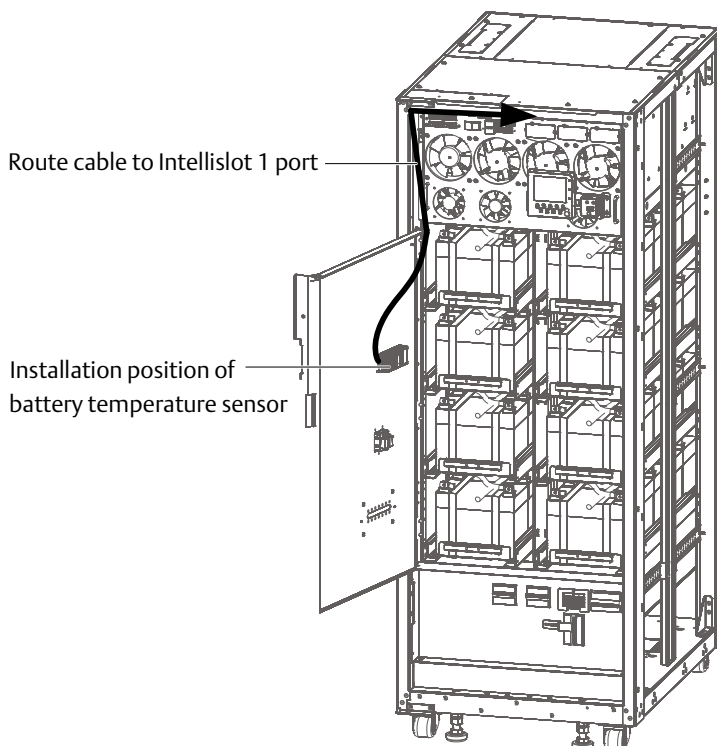

Figure 8-14 Монтаж и подключение температурного датчика батареи
4. Снимите правую боковую панель шкафа, поместите температурный датчик батареи на задней полке 1, а затем вставьте карточку UF-RS485 в разъем Intellislot 1. Подробнее об установке и подключению температурного датчика батареи см. Figure 8-14.
5. Выполнить трассировку, как показано на рис. 8-14. Обратите внимание, что кабели должны быть проложены отдельно от силовых кабелей, чтобы избежать EMI.